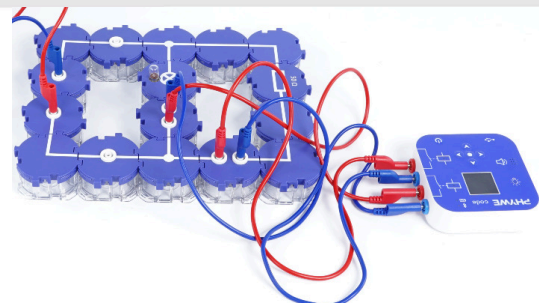

Abb. 4
- Schließe die beiden unteren Anschlüsse an den Stromkreis des Widerstandes an. (Abb. 4)